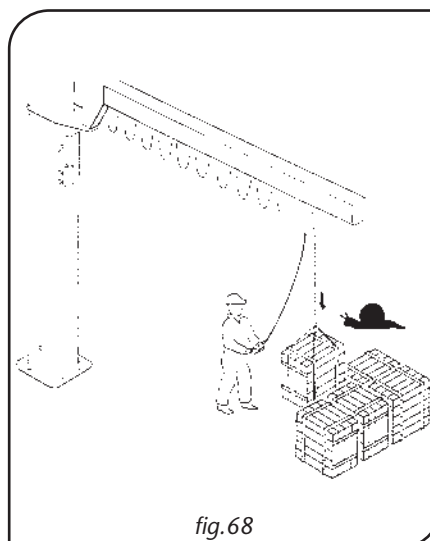

fig.68
- **SEMPRE** impiegare le velocità "lente" per le operazioni di accostamento e posizionamento (fig.68).